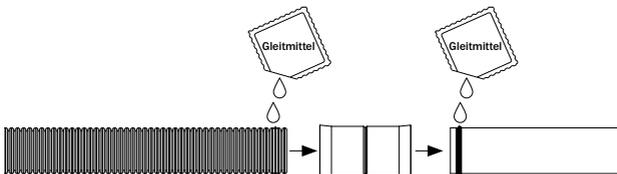

Abbildung 8.2: Einschmieren der Dichtungsringe und Zusammenstecken des Kabelschutz-/Wellrohrs mit der Doppelsteckmuffe und dem vormontierten Mantelrohr
- Beide Dichtungsringe mit dem mitgelieferten Gleitmittel vollständig einschmieren (s. Abbildung 8.2).
- Anschließend das Kabelschutz-/Wellrohr DN 75 mit dem Dichtungsring bis zum Anschlag in die Doppelsteckmuffe schieben. Dann die Doppelsteckmuffe zusammen mit dem Kabelschutz-/Wellrohr DN 75 schieben bis zum Anschlag über das Mantelrohr mit dem in die Nut eingelegten Dichtungsring schieben (s. Abbildung 8.2).